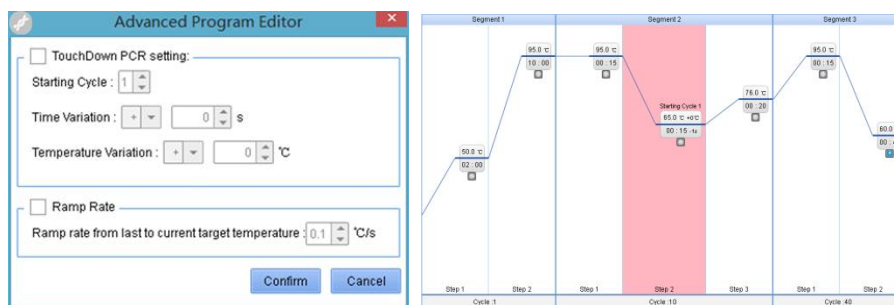

Fig 5-9
- ▶ Faceți clic pe Segmentul 2-Pasul 2 și faceți clic pe meniul **Program avansat**. Verificați **Setare PCR TouchDown**; intrați în **„1” în Ciclu de pornire** casetă, selectați  în caseta Temperature Variation și introduceți „1”. Presați **Confirma** butonul și ecranul este afișat după cum urmează (Fig 5-9).